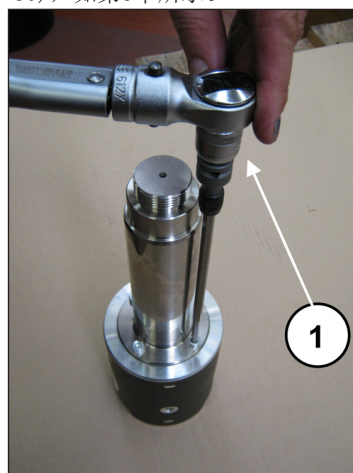

图 50
利用专用工具锁定活塞导承，接着用扭力扳手进行螺丝的调节(①，图 50)，如第3章所示。